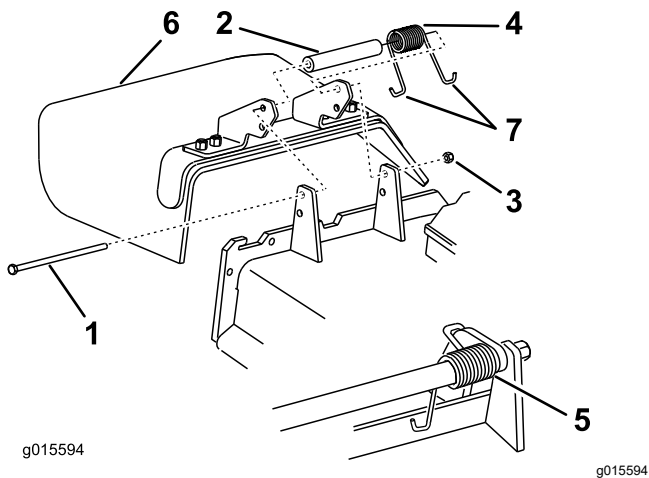

Figura 88
1. Togliete il dado di bloccaggio, il bullone, la molla e il distanziale che fissano il deflettore alle staffe orientabili del tosaerba (Figura 88).
2. Togliete il deflettore di sfalcio se è danneggiato o consumato (Figura 88).
**Nota:** Verificate che un'estremità a gancio J della molla si trovi dietro il bordo del piatto di taglio prima di montare il bullone, come illustrato nella Figura 88.
6. Infilate l'estremità a gancio J della molla attorno al deflettore dello sfalcio (Figura 88).